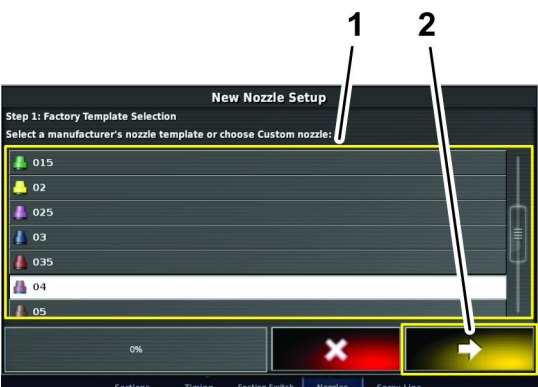

Figure 77
- 5. À l'étape 1 de l'écran de réglage de nouvelle buse, appuyez sur l'icône de la nouvelle buse d'après le débit ou la couleur énoncé(e) dans la sélection de modèle d'usine (Figure 77).